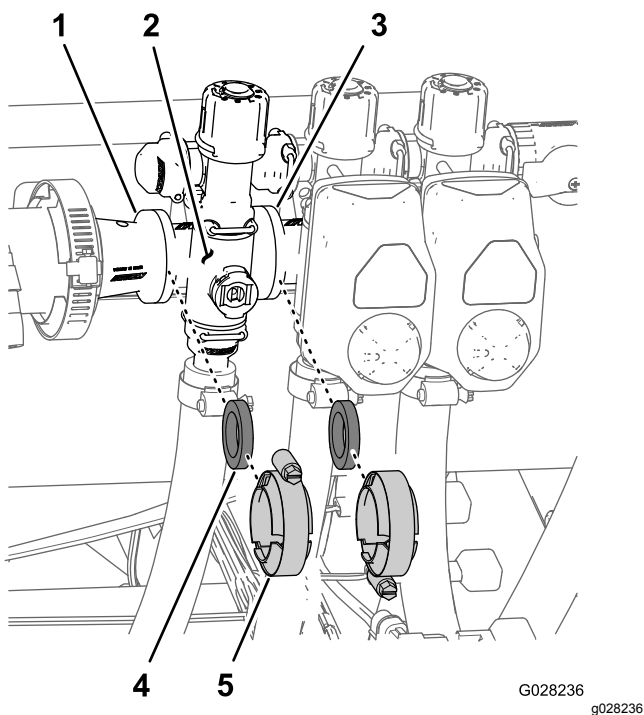

Figura 116
- Retire as braçadeiras e as juntas que fixam o coletor para válvula de secção (Figura 116) à válvula de secção adjacente (se válvula de secção esquerda e acoplador de redução).